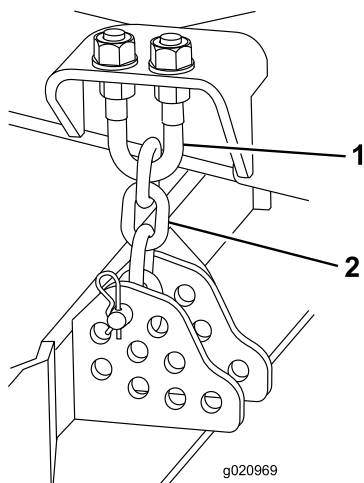

図 77
1. 刈高チェーンのUボルトの上側または下側についているジャムナットをゆるめる 図 77。